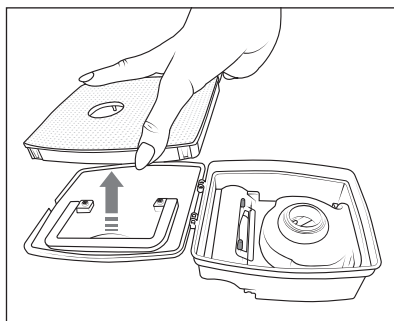

Fig. 9
- 4) Tire del filtro EPA 7 para retirarlo de la tapa del depósito de polvo 12 (consulte la fig. 9).